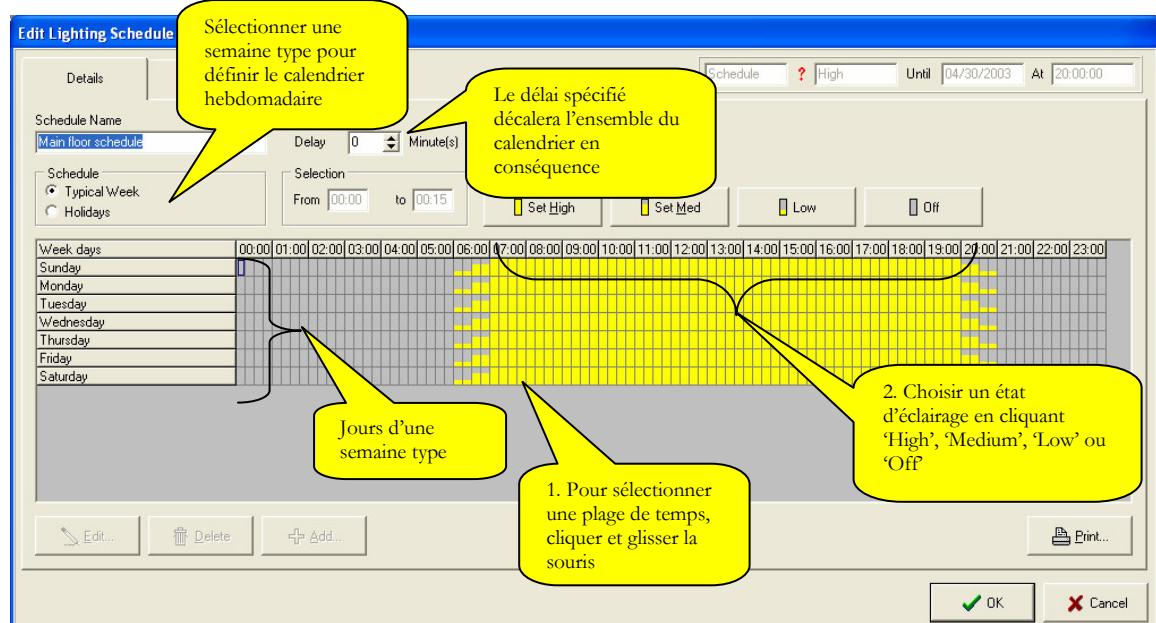

FIGURE 1.5
*Le sous-système d'éclairage* permet de programmer les horaires d'éclairage (figure 1.5), en fonction des heures d'ouverture et de fermeture d'un supermarché, ainsi que les journées spéciales comme les congés fériés. Il permet également de contrôler l'intensité des lumières d'éclairage d'un supermarché en fonction de l'intensité d'éclairage ambiant détectée par des photocellules.